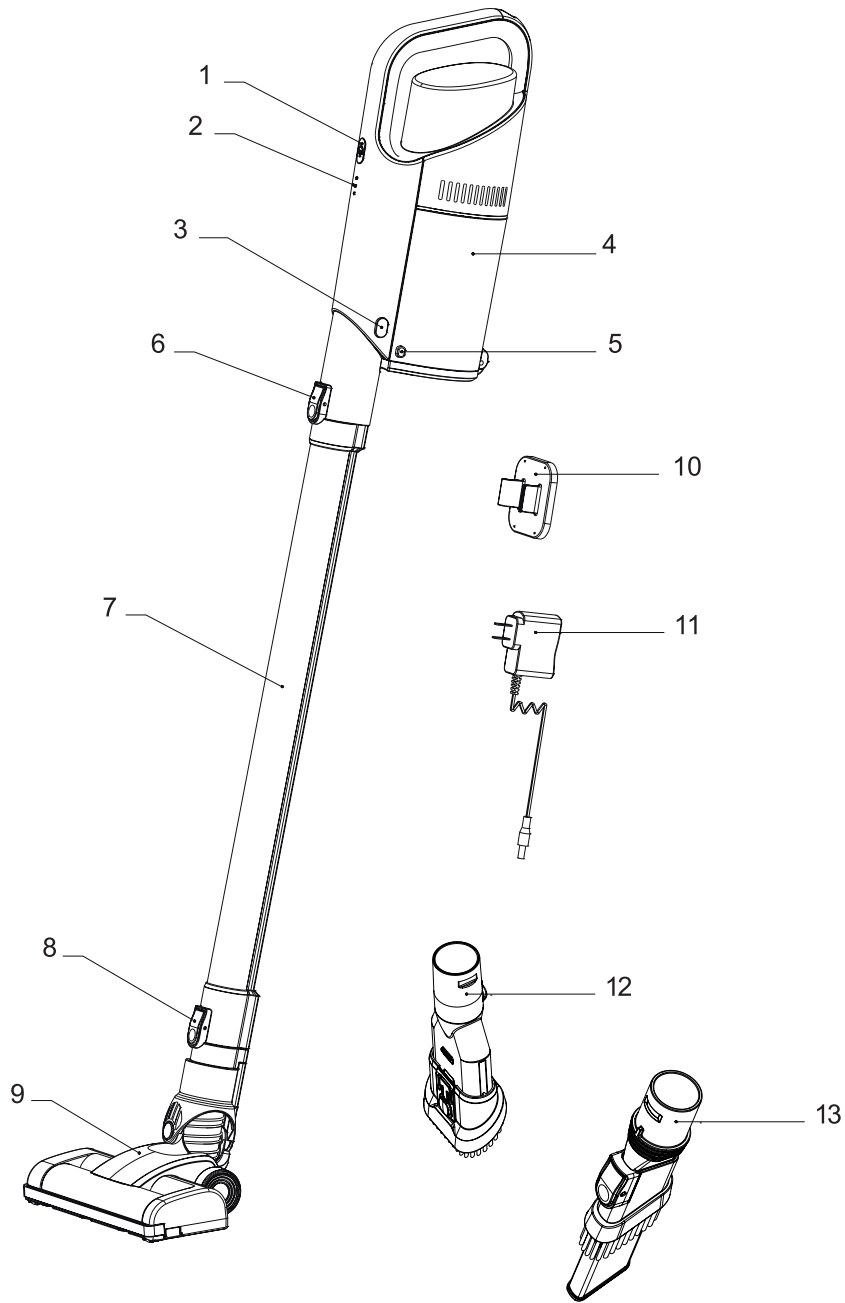

FIG. 1
1. Podłącz rurę aluminiową do szczotki podłogowej. Po ich połączeniu usłyszysz „kliknięcie” (Rys.1).